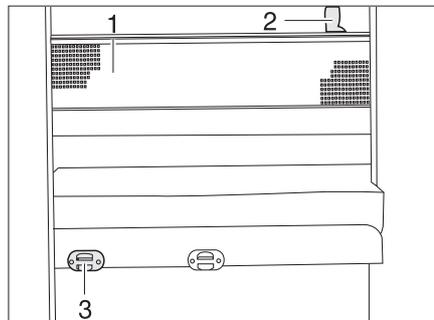

Bild 130 Sicherungsnetz
- Die Aufstiegsleiter mit den Holmen in die Halterung (Bild 130,3) an der Blende einhängen.
**Sicherungsnetz** Das Sicherungsnetz (Bild 130,1) ist serienmäßig zwischen Matratze und Lattenrost verstaut. Das Sicherungsnetz erst aufspannen, wenn sich die Person bereits im Bett befindet.
- Die Haltebänder (Bild 130,2) in die Halterungen an der Decke einrasten.